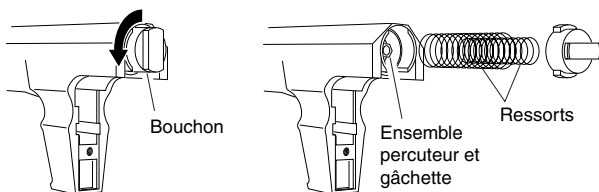

Figure 7 - Retrait du bouchon et des ressorts pour accéder au percuteur
4. Insérer le petit ressort dans l'ensemble gâchette. S'assurer que le ressort est bien placé sur le percuteur (Figure 7, page 77).
5. Placer le grand ressort sur le petit ressort (Figure 7, page 77).